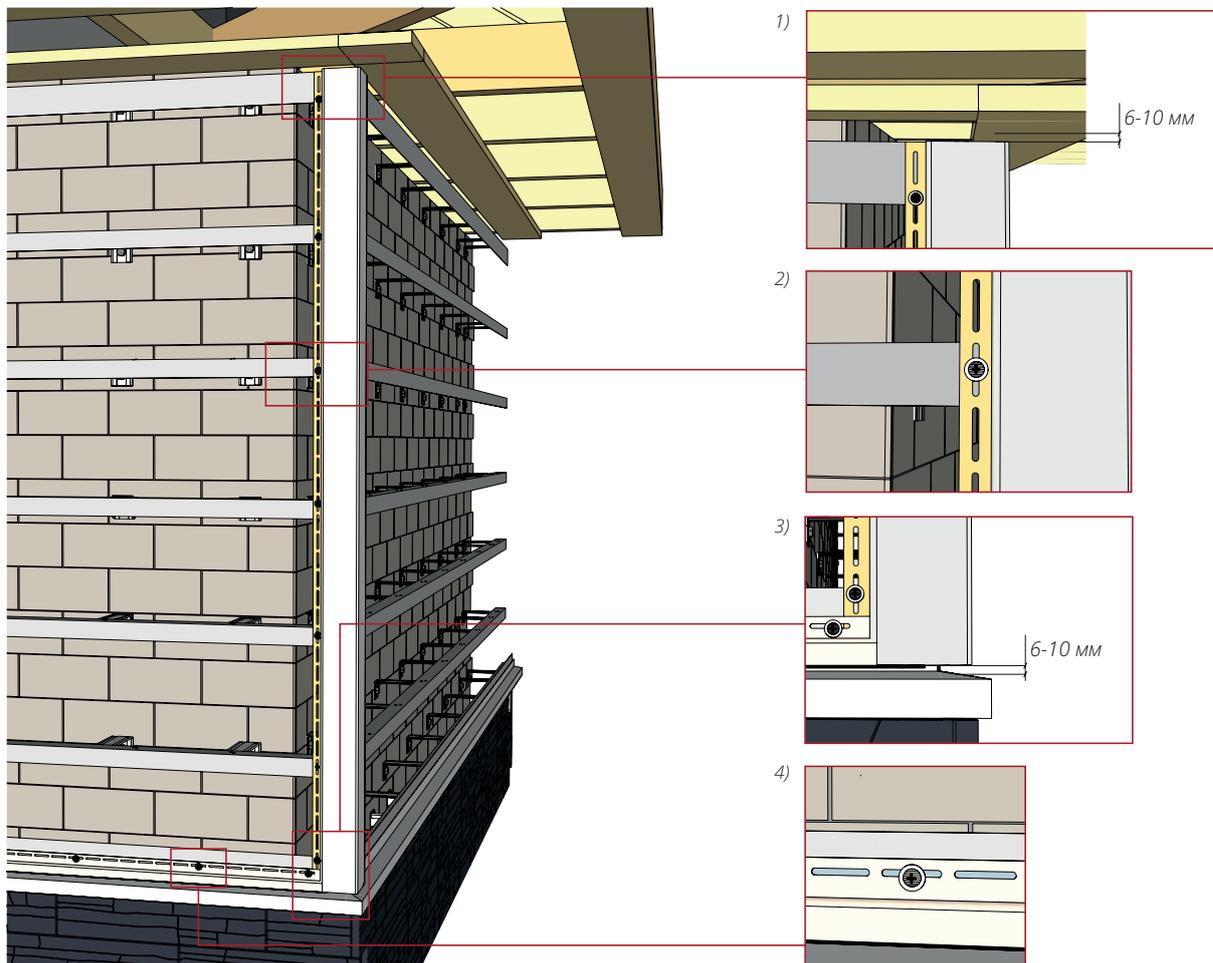

Рисунок 20
- 12.1** Смонтируйте угол, вывесив его в верхней части, согласно пункту 6.5, соблюдая общие правила монтажа (рис. 20).